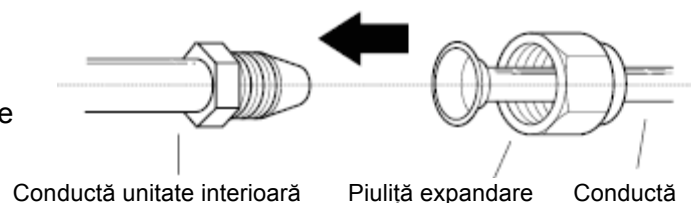

Fig. 5.7
1. Aliniați centrul celor două conducte pe care urmează să le conectați. Consultați Fig.5.7